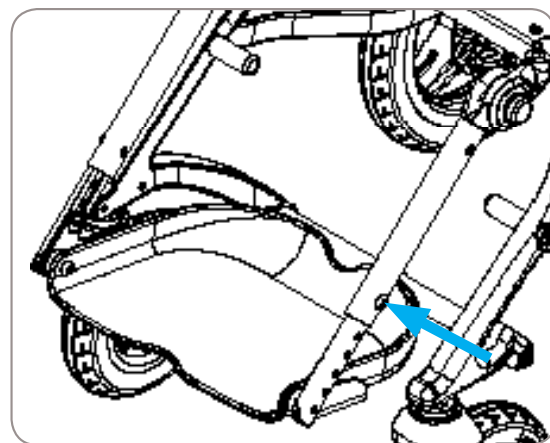

Figura 14
1. Retire los pernos izquierdo y derecho, consulte la figura 14. Se requiere una llave hexagonal de 5 mm.
Si su reposapiés está configurada actualmente como se muestra en la Figura 14, puede ser necesario ajustar el conjunto del reposapiés hacia abajo desde las extensiones del mismo (solo sillas de 12" y 14").